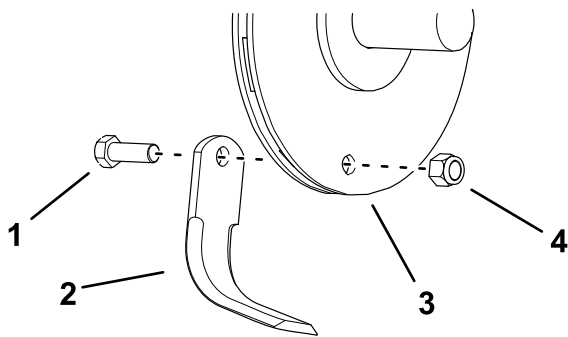

Figure 6
4. Retirez le boulon (5/8 x 1-3/4 po), l'écrou (5/8 po) et le louchet (Figure 6).
6. Montez le nouveau louchet, en le dirigeant dans le même sens que l'ancien (Figure 6).